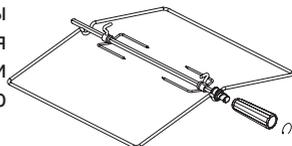

рис. 14
1. Плиты могут комплектоваться вертелом различной конструкции, со съемной рукояткой (рис.14). В зависимости от комфортности, плиты могут комплектоваться вертелами другого исполнения (рис. 14.1). Для вертела (рис. 14) при установке и извлечении использовать рукоятку, которая накручивается на резьбовую втулку.
Во время приготовления дверца должна быть закрыта, для вертела (рис.14) рукоятка должна быть снята.